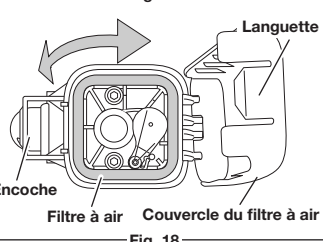

Fig. 18
- Pour ouvrir le couvercle du filtre à air, poussez la languette du côté gauche du couvercle vers l'intérieur, puis tirez légèrement sur le couvercle du filtre vers la droite (Fig. 18).
- Retirez le filtre à air (Fig. 18).
- Pour réinstaller le couvercle du filtre à air, positionnez les crochets sur le côté droit du filtre à air dans les encoches sur le côté droit de la plaque arrière (Fig. 18).
- Faites pivoter le couvercle vers la gauche jusqu'à ce que la languette du filtre arrière se loge dans l'encoche de la plaque arrière (Fig. 18).